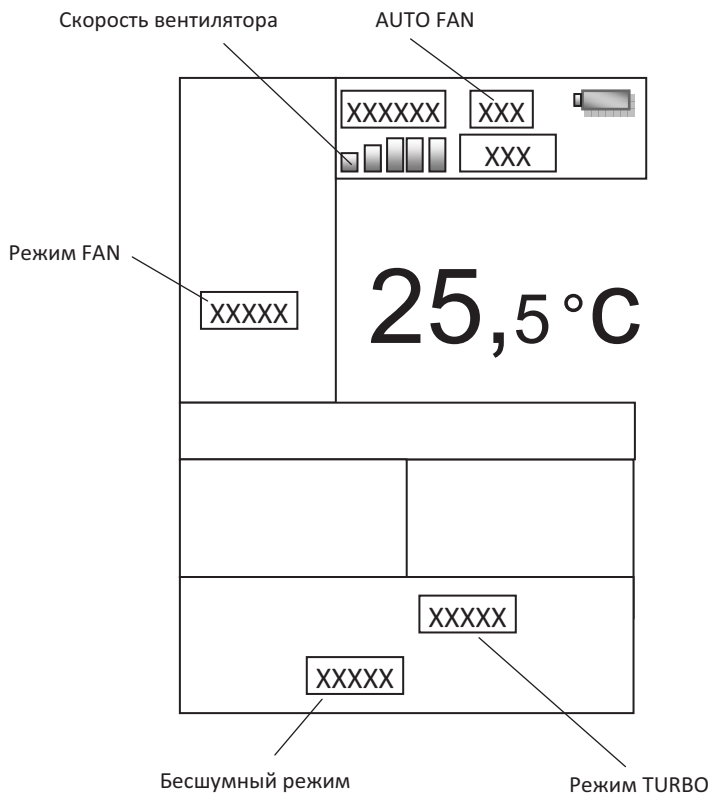

Рис. 5.7
- При выборе режима на ЖК-дисплее высветится символ в зоне индикации согласно рис. 5.7.